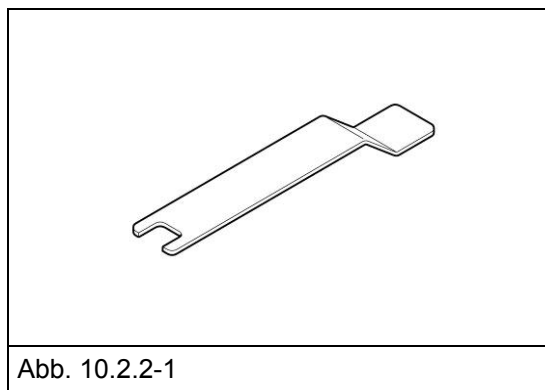

Abb. 10.2.2-1
3. Den Stellbolzen um 1/8 Umdrehung gegen den Uhrzeigersinn drehen und auf das Sichtfenster schauen (zum Schließen) (Abb. 10.2.2-3).